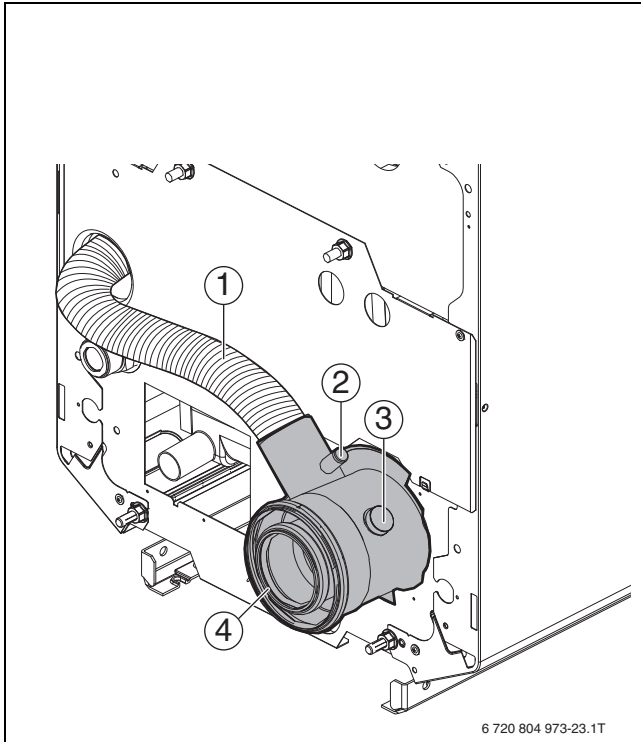

Рис. 24 Штуцер подачи воздуха - отвода дымовых газов
→ рис. 24, [4]) или в присоединительном патрубке для дымовых газов (необходимые принадлежности для отдельной подачи в помещение воздуха для горения при 60 кВт).
Измерение параметров дымовых газов: → рис. 24, [3].
Измерение подачи воздуха в режиме без отбора воздуха для горения из помещения: → рис. 24, [2].
- ▶ Опустите измерительный датчик в отверстие для замеров в патрубке дымовых газов (→ рис. 24, [3]) в центр потока (середина трубы), где дымовые газы имеют наивысшую температуру.